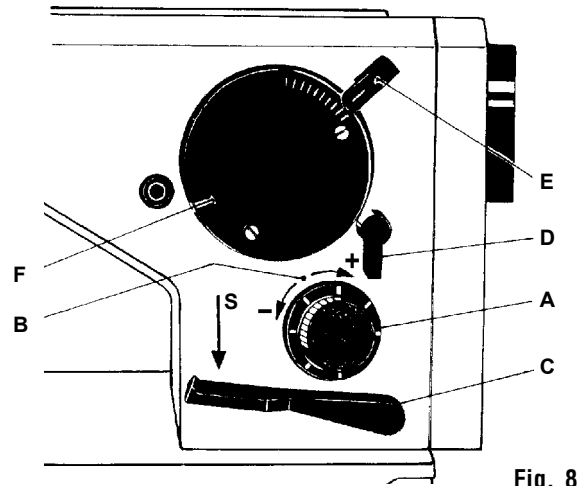

Fig. 8
6.6 Réglage de la longueur du point, couture réversible (Fig. 8, 9)
6.7 Réglage de la largeur du point zigzag (Fig. 8)